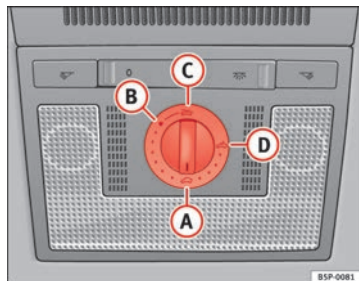

Fig. 70 Detalle del revestimiento interior del techo: mando giratorio del techo corredizo / deflector
- Gire el mando a la posición **(A)** ⇒ fig. 70 ⇒ ⚠.